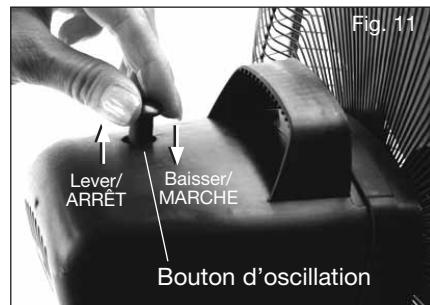

Fig. 11
- Pour DÉSACTIVER l'oscillation, LEVEZ simplement le bouton (fig. 11).